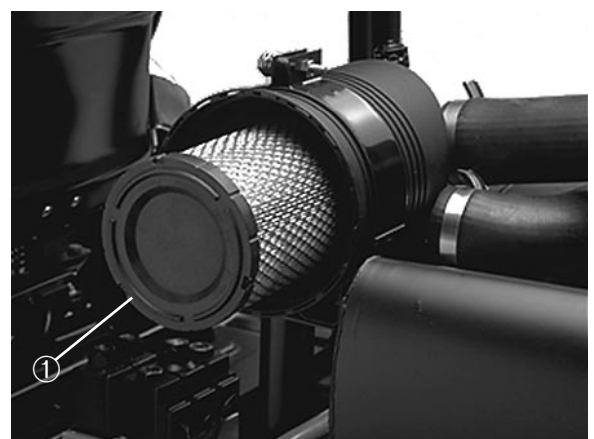

Bild 38
2. Den Hauptfilter (Bild 38) vorsichtig aus dem Filtergehäuse herausheben, um möglichst wenig Staub aufzuwirbeln. Anecken des Filters am Filtergehäuse ist zu vermeiden. Den Sicherheitsfilter nicht entfernen.